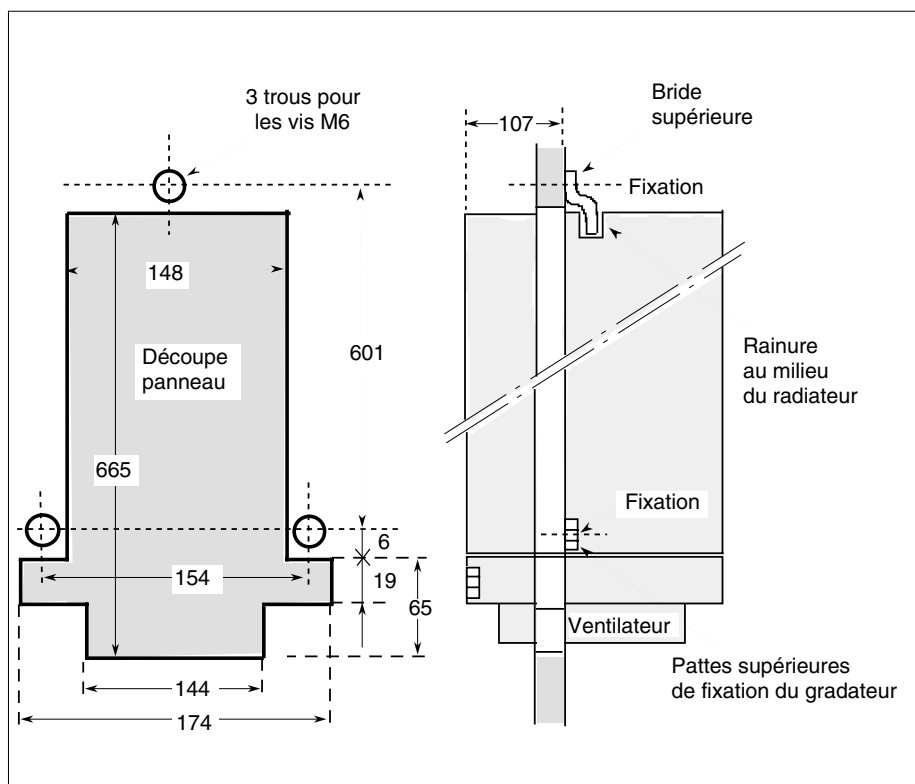

Figure 2-6 Cotes (en mm) de perçage, découpe et fixation du gradateur TU1470
- Installer les deux vis **M6** dans l'armoire en respectant les cotes de perçage données (figure 2-6).